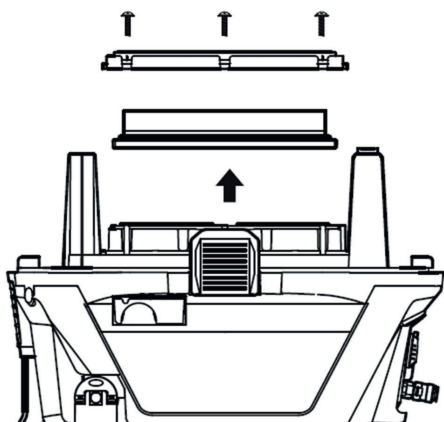

Рис. 13
- Опорожните резервуар от мусора (рис. 13).